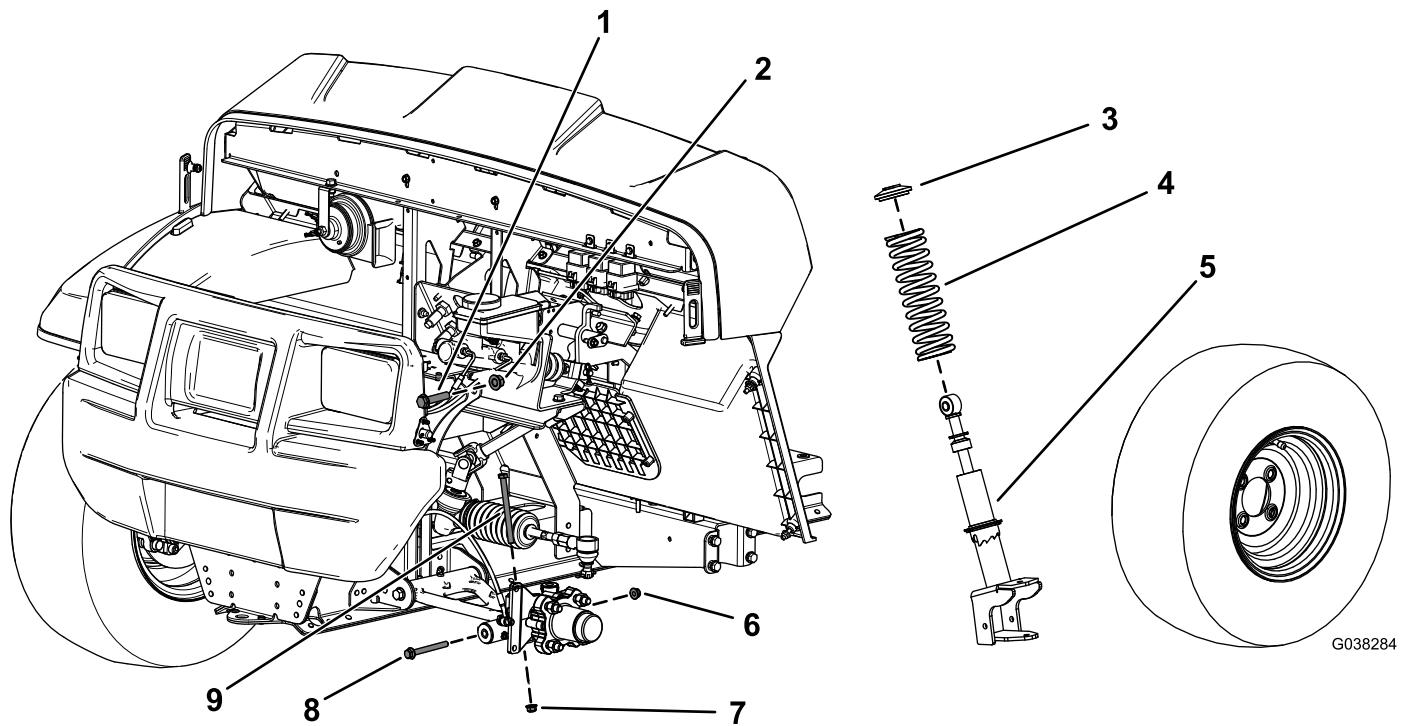

Figura 101
3. Retire o parafuso de cabeça sextavada ($\frac{3}{8}$ x $4\frac{3}{4}$ pol.) e porca flangeada ($\frac{3}{8}$ pol.) do eixo (Figura 101).
4. Retire o parafuso de cabeça sextavada ($\frac{3}{8}$ x $3\frac{1}{2}$ pol.) e porca flangeada ($\frac{3}{8}$ pol.) do braço de controlo (Figura 101).
5. Retire o parafuso de cabeça sextavada ($\frac{1}{2}$ x $2\frac{1}{4}$ pol.) e porca de bloqueio ($\frac{1}{2}$ pol.) que prende o conjunto do suporte à estrutura superior (Figura 101).
6. Remova o conjunto do suporte (Figura 101).
3. Remova a mola do conjunto do suporte (Figura 101).
4. Instale a nova mola no conjunto do suporte existente (Figura 101).
2. Prenda a parte superior do conjunto do suporte na estrutura com o parafuso de cabeça sextavada superior ($\frac{1}{2} \times 2\frac{1}{4}$ pol.) e uma porca de bloqueio ($\frac{1}{2}$ pol.) como se mostra na Figura 101.
4. Instale o parafuso de cabeça sextavada ($\frac{3}{8} \times 4\frac{3}{4}$ pol.) e porca flangeada ($\frac{3}{8}$ pol.) no eixo (Figura 101).
6. Prenda a parte inferior do conjunto do suporte no braço de controlo utilizando o parafuso de cabeça sextavada ($\frac{3}{8} \times 3\frac{1}{2}$ pol.) e uma porca flangeada ($\frac{3}{8}$ pol.) como se mostra na Figura 101.